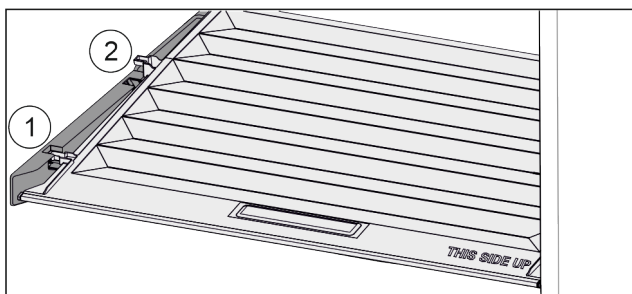

Fig. 58
- ▶ Poklopac do otvora u pridržnim dijelovima povucite prema naprijed Fig. 58 (1).
- ▶ Podignite ga odozdo sa stražnje strane i izvadite prema gore Fig. 58 (2).